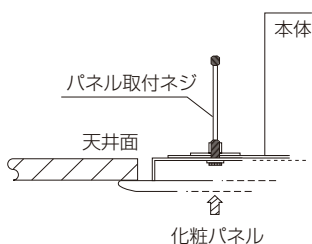
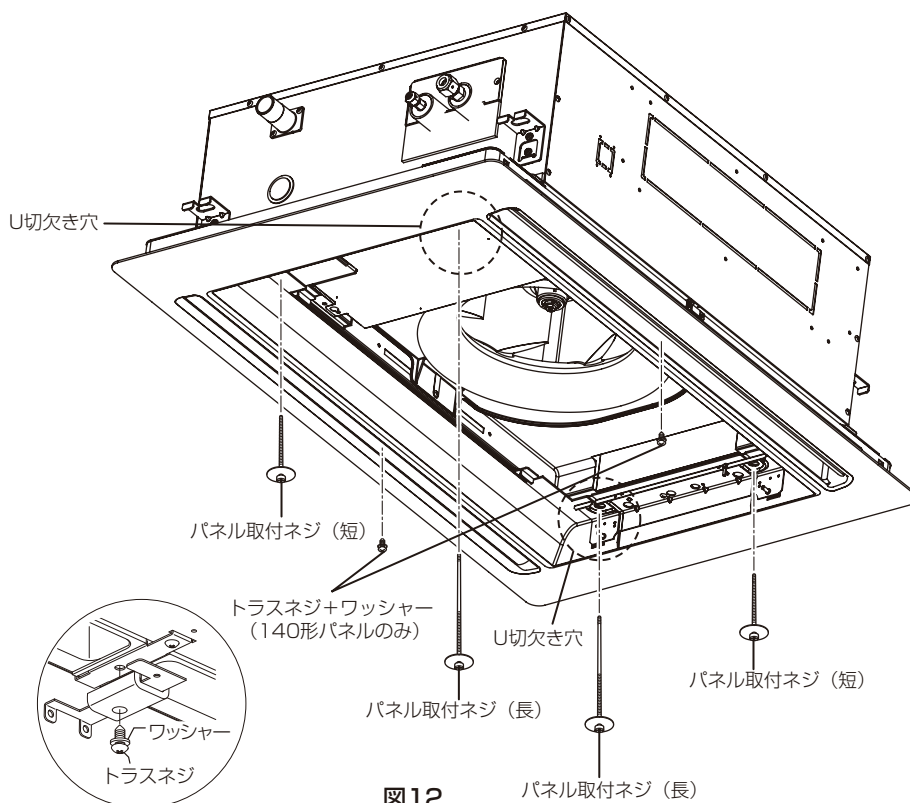

図11
図12
①化粧パネルを持ち上げ、仮止めしていた取付ネジ（長）および（短）を締め付けてください。（図11、図12）
①化粧パネルの中央部を本体に固定するため、付属のトラスネジとワッシャーにて2ヶ所交互にバランスよく仮止めしてください。
②仮止めしていた取付ネジ（長）および（短）とトラスネジを締め付けてください。（図11、図12）